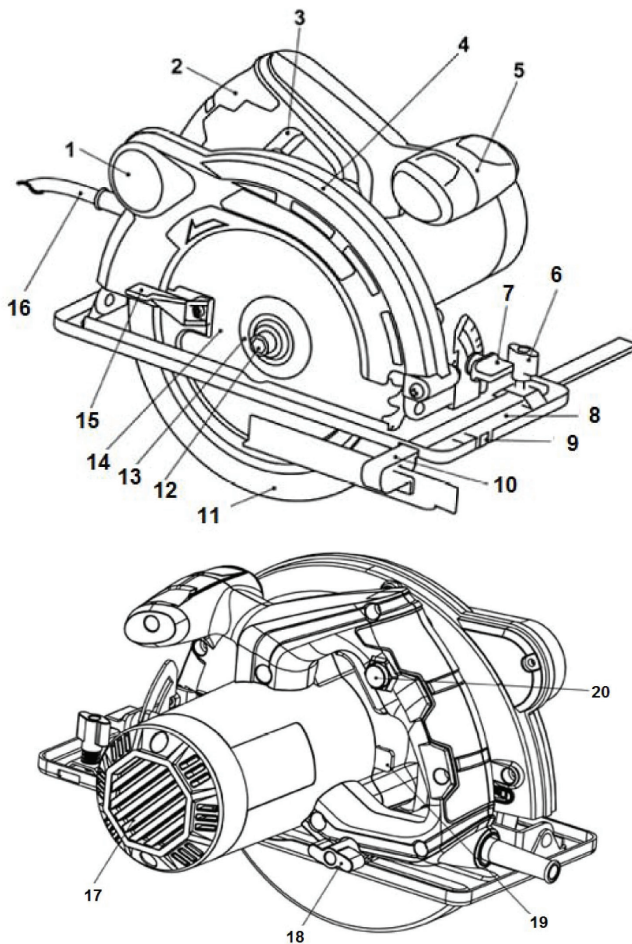
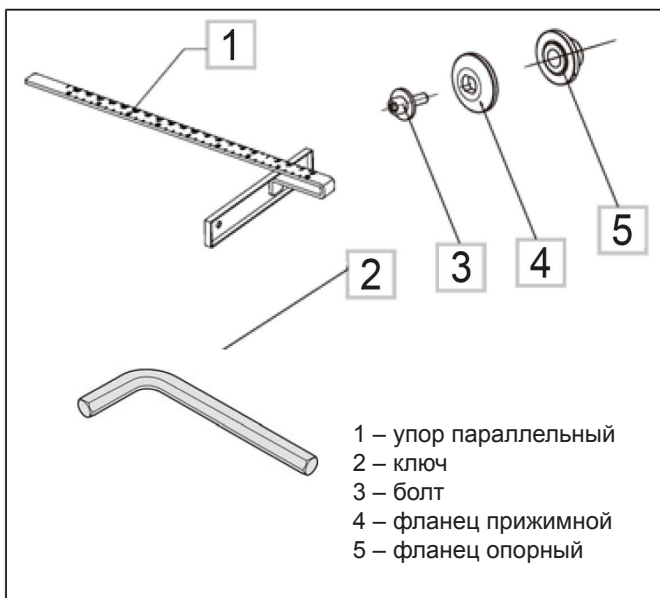

Рис. 1
Рис. 2
2. Зафиксировать пильный диск с помощью рычага фиксации шпинделя (поз. 19, Рис. 1)
3. С помощью ключа (поз. 21, Рис. 2) открутить болт (поз. 12, Рис. 1)
4. Отвести подвижный защитный кожух диска (поз 11, Рис. 1) назад до упора и зафиксировать его
5. Снять прижимной фланец (поз. 13, Рис.1) и пильный диск (поз. 14, Рис. 1).
Ослабьте винт фиксации угла наклона диска (поз. 7, Рис. 1). Передвижением опорной платформы установите необходимый угол наклона диска, ориентируясь по градуированной шкале. После регулировки угла наклона диска зафиксируйте винт фиксации угла наклона диска.
Для регулировки параллельного упора (поз. 10, Рис. 1) ослабьте винт фиксации параллельного упора (поз. 6, Рис. 1) и отрегулируйте ширину распила, передвигая направляющую вправо или влево.
1. Установите пилу (опорную платформу) на пиломатериал и выровняйте положение пильного диска по отношению к линии пропила, пользуясь для этого прорезями для визирования (поз. 9, Рис. 1). Если пильный диск не наклонён, совмещайте линию пропила с прорезью «0» для визирования, при пилении под наклоном (45°) совмещайте линию пропила с прорезью «45» и для визирования.
2. Сначала включите циркулярную пилу. Для этого нажмите кнопку защитной блокировки выключателя (поз. 20, Рис. 1) и не отпуская нажмите на выключатель (поз. 3, Рис. 1). Дайте пиле набрать максимальные обороты, после чего начинайте обработку пиломатериала.
Для подключения пылесоса подсоедините шланг пылесоса к патрубку (поз. 1, Рис. 1).